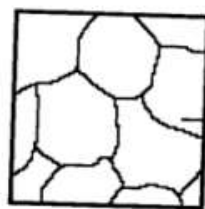

Рис. 18
**№ 43. Микроструктура какого сплава представлена на рис. 18?**